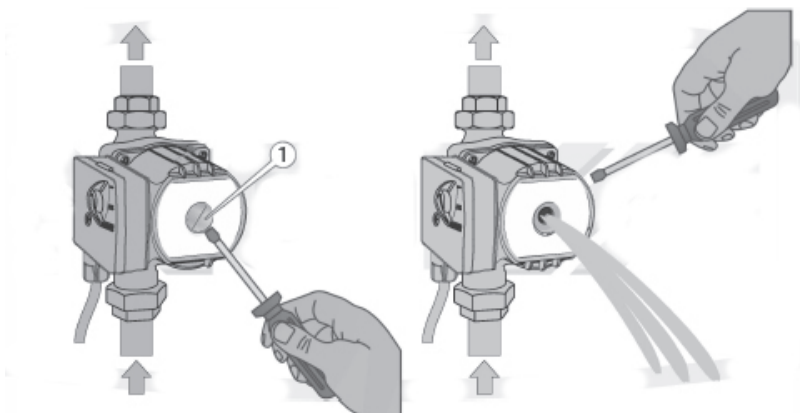

Рисунок 4. Схема випуску повітря з насоса.
1. Відкрутити на корпусі насоса заглушку заливного отвору (1, рис. 4) і перевірити наявність води в робочій камері насоса, за необхідності заповнити порожнину насоса водою, яка необхідна для запуску виробу.
Перед зберіганням в умовах знижених температур (нижче 0 °C) обов'язково злити воду з насоса і просушити його. Для цього необхідно демонтувати виріб, акуратно викрутити пробку (1, рис. 4) і злити воду.